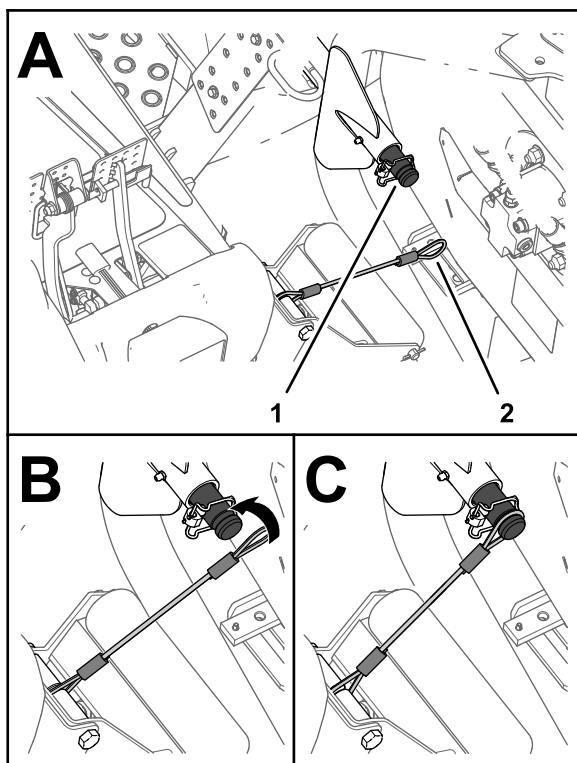

Figura 71
5. Alinee el amarre al eje de tiro del brazo de elevación de la unidad de corte exterior delantera (Figura 71).
6. Deslice el bucle del amarre sobre el eje de tiro hasta que el amarre quede totalmente asentado en la ranura del eje (**Figura 71**).